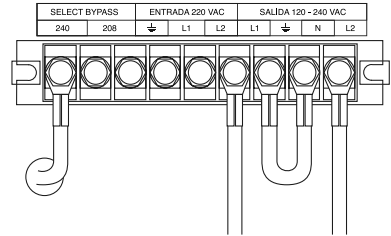

Figura 4-6 Modo para cableado de salida de 208 V / 220 V / 230 V / 240 V
**Conexión de salida 208 / 220 / 230 / 240 VCA:** Una N1 y L2 y luego conecte L1 con N2. (Figura 4-6)